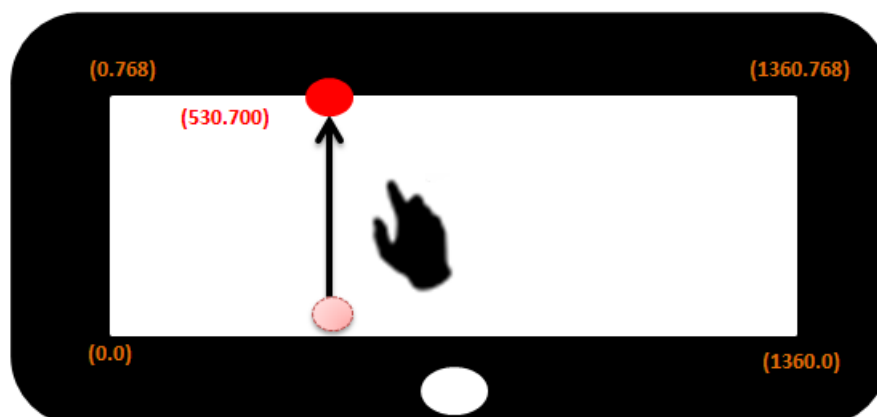

Figure 5-26: 從觸控屏內向垂直最終通道邊緣劃線偏差示意圖
- ◆ 下圖 Figure 5-26 示意從觸控屏內垂直向最終通道邊緣劃線偏差圖。範例中邊框報點座標並未達到垂直最終通道邊緣點。需要微調 INTERPOLATION_Y_LAST_SCALE，使座標報點可到達邊緣。